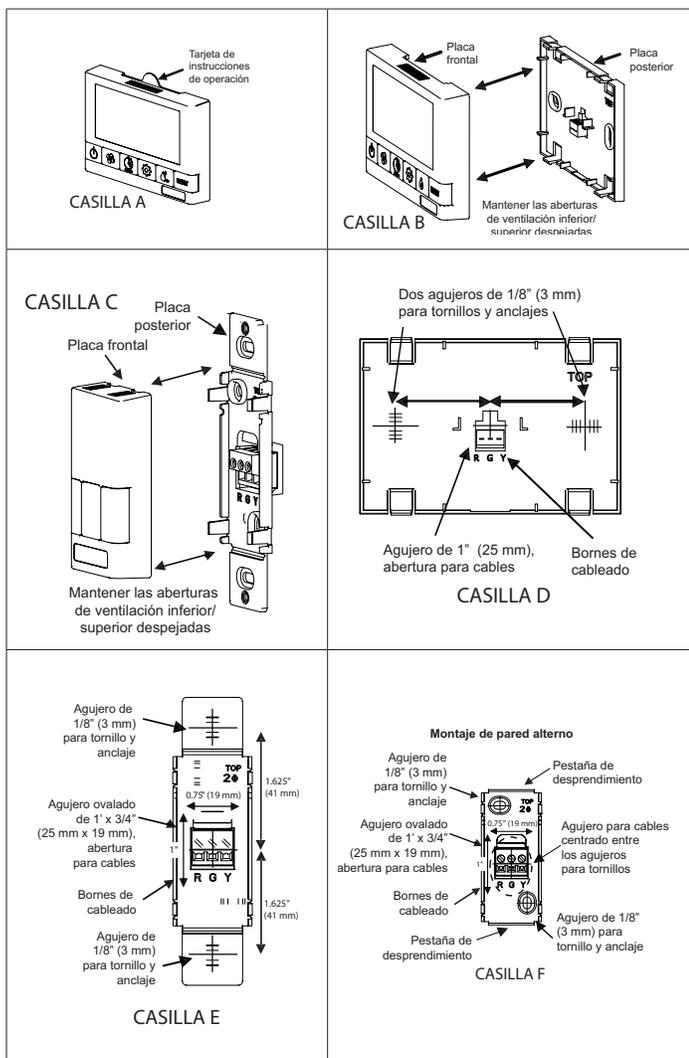

Figura 37. Instalación del control digital
1. Para el control digital de 5 velocidades / 5 modos, quite la tarjeta de instrucciones de operación del extremo superior del control (Figura 37, Casilla A).
2. Separe con fuerza la placa frontal de la placa trasera (Figura 37, Casilla B o C). Tenga cuidado para no dañar las clavijas de contacto de la placa frontal.
3. Para el control digital de 5 velocidades / 5 modos, coloque la placa trasera del control en la ubicación deseada en la pared y marque con un lápiz los agujeros derecho e izquierdo para los tornillos (Figura 37, Casilla D).
- Para el control del deshumidificador/ventilación de montaje en la pared, coloque la placa trasera del control en la ubicación deseada en la pared y marque con un lápiz los agujeros superior e inferior para los tornillos (Figura 37, Casilla E o F). Para montar el control sin una placa decorativa, desprenda las pestañas superior e inferior y consulte la Figura 37, Casilla F para el montaje.
- Quite la placa trasera de la pared y marque el agujero central para los cables en el medio de los agujeros para los tornillos. Consulte la Figura 37, Casilla D, E o F para las dimensiones.
- Taladre (dos) agujeros de 1/8" (3 mm) para los tornillos y anclajes de pared (Figura 37, Casilla D, E o F). Para el control digital de 5 velocidades / 5 modos, taladre un agujero de una pulgada en el centro (Figura 37, Casilla D). Para el control del deshumidificador/ventilación de montaje de pared, corte un agujero ovalado de 3/4" (19 mm) por 1" (25 mm) en la pared (Figura 37, Casilla E o F).
- Conecte el rojo, verde y amarillo a los bornes de cableado en la placa trasera (Figura 37, Casilla D, E o F).
- Conecte la placa frontal a la placa trasera (Figura 37, Casilla B o C).
- Para el control digital de 5 velocidades / 5 modos, inserte la tarjeta de instrucciones en el control (Figura 37, Casilla A).